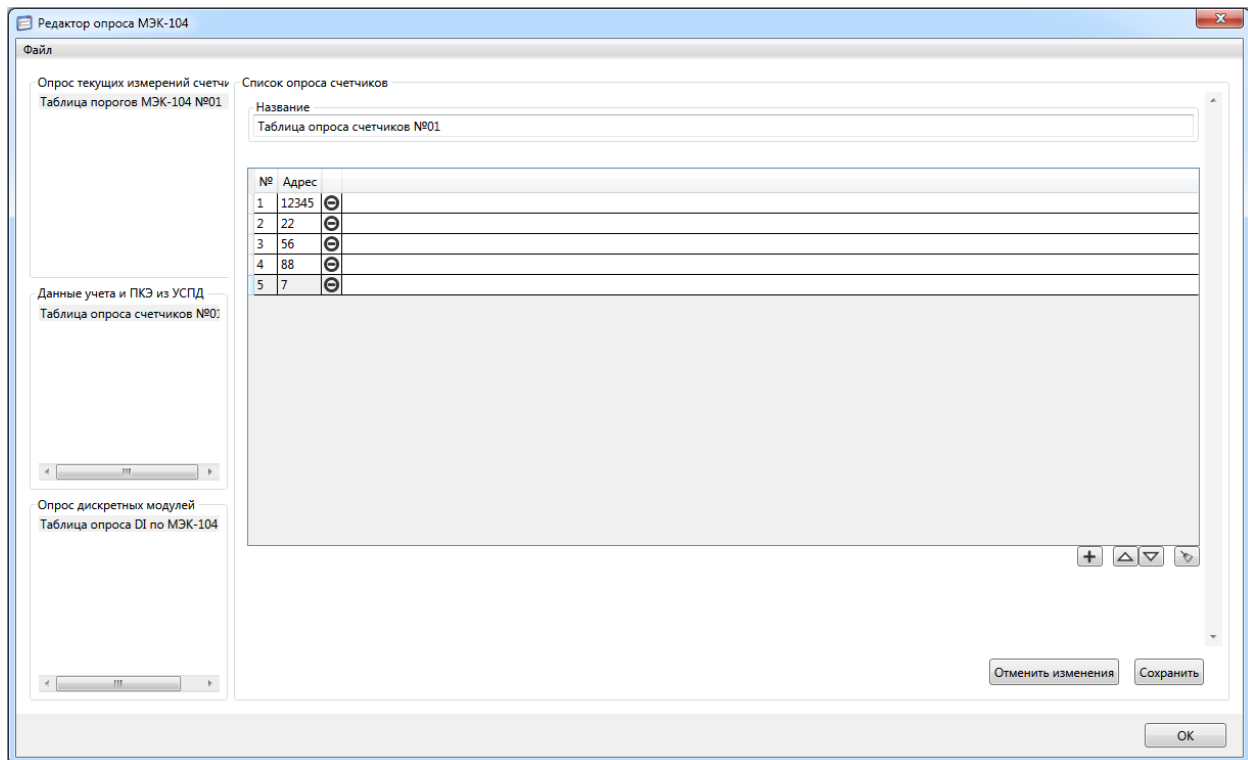

Рисунок 8.29 – Окно редактора опроса данных учета и ПКЭ из УСПД
- в таблице данных учета и ПКЭ из УСПД (рисунок 8.29) добавить адреса счетчиков, нажимая на кнопку и заполняя ячейки столбца *Адрес*. Для удаления счетчика из таблицы необходимо нажать на значок . Используя блок кнопок под таблицей , можно менять порядок следования счетчиков в таблице;